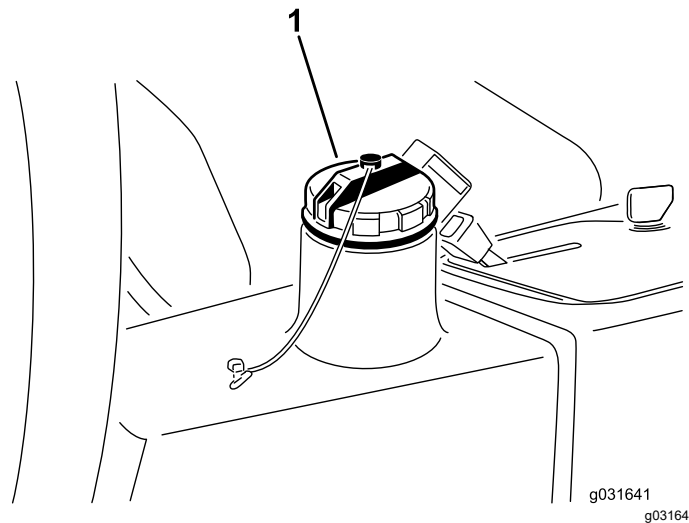

图 66
4. 向液压油箱 图 66注入约 13.2L 液压油请参阅 液压油规格 \(页码 45\)和 检查液压油油位 \(页码 46\)。